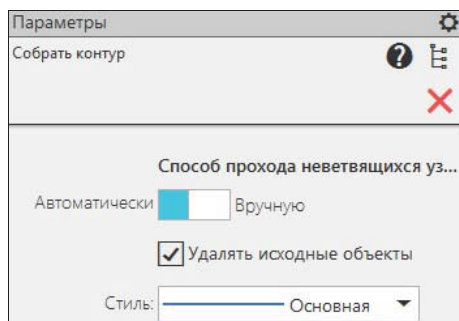

Рис. 7.2. Панель Параметрy: Собрать контур
- ♦ вызовите команду **Собрать контур** из панели инструментов **Геометрия**. На панели **Параметры: Собрать контур**: (рис. 7.2) задайте такие параметры: